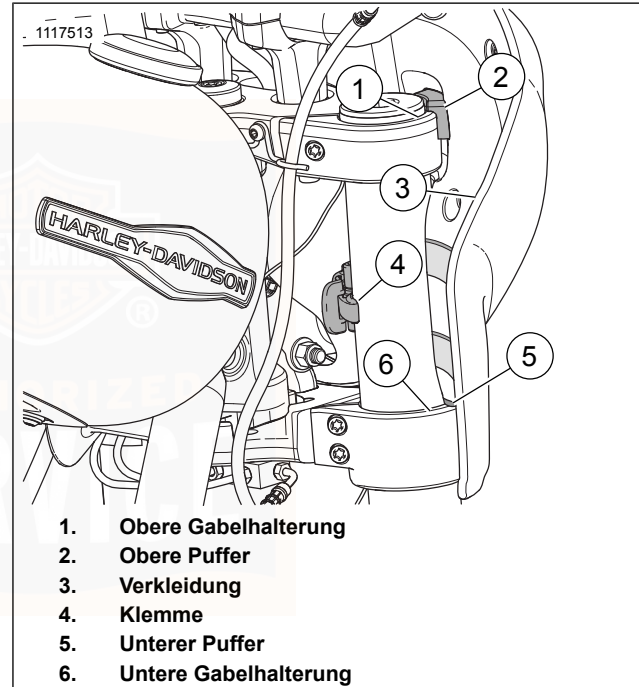

Abbildung 43. Eingebaute Verkleidung
1. Siehe Abbildung 43. Die Verkleidung abbauen.
- b. Schellen (4) öffnen.
- c. Schutzblech spreizen. Die Verkleidung (3) über den Scheinwerfer nach oben heben.
- c. Vorderes Schutzblech spreizen. Verkleidung über dem Scheinwerfer platzieren und an den Vorderradgabeln (5) anbringen.
- d. Siehe Abbildung 43. Einbaustellung oberen Puffer (2) an oberer Gabelhalterung (1).
- e. Sicherstellen Sie, dass die unteren Puffer (5) an der unteren Gabelhalterung (6) sitzt.